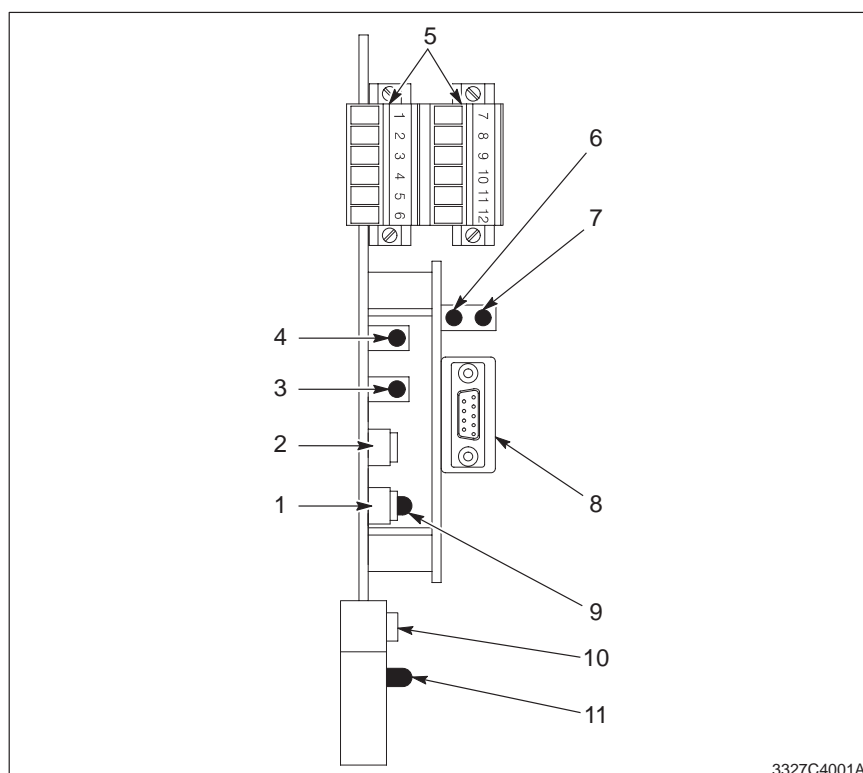

Bild C 1-1 Komponenter på UCS Profibus interfacekort
Se bild C 1-1.
Se bild C 1-1 samt tabell C 1-3 för en beskrivning av lysdioderna på interfacekortets framkant.
Se bild C 1-1 samt tabell C 1-5 där omkopplarna beskrivs.
4. Orientera kortet så som visas i bild C 1-1.